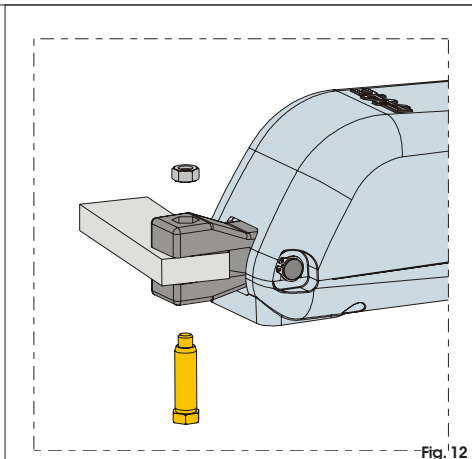

Fig. 12
5) Fixer l'opérateur à la patte postérieure avec les axes fournis d'après la Fig.12.